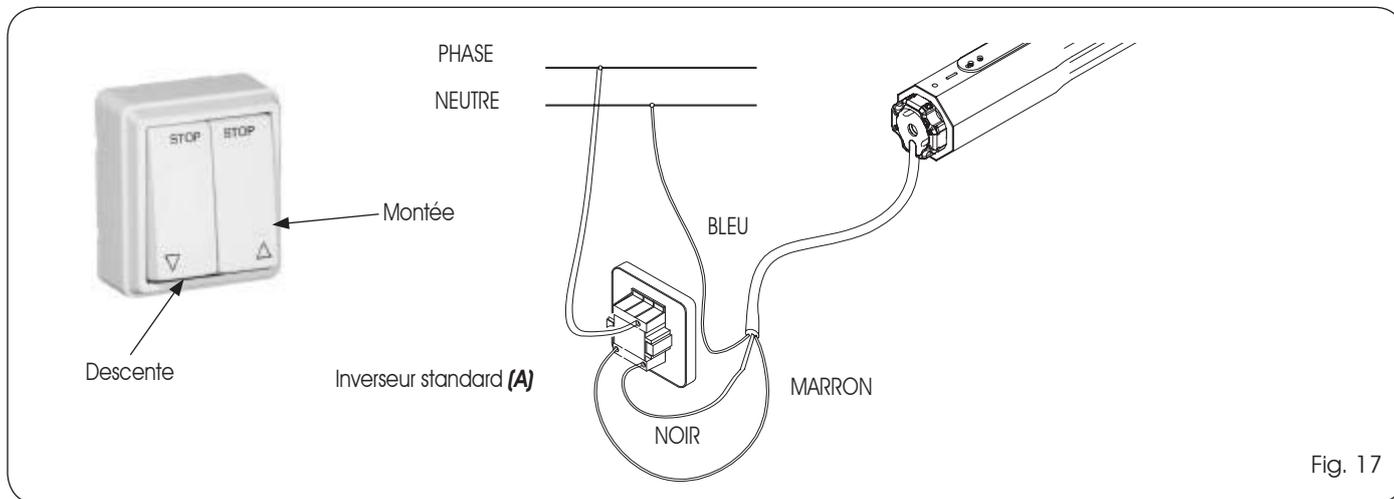

Fig. 17
3. Brancher les fils provenant de l'électro-rouleau à l'inverseur standard comme sur le schéma sur la figure 17.
4. Connecter l'inverseur à la ligne comme sur la figure 17.
7. Si le sens de rotation est erroné, couper l'alimentation et échanger le fil noir avec le fil marron dans l'inverseur (Fig.17 réf.A) et vérifier le fonctionnement correct.